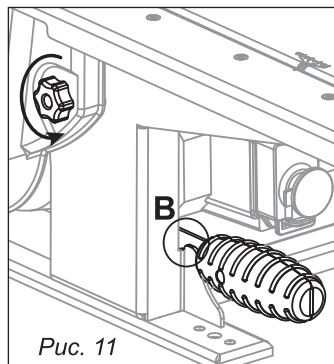

Рис. 11
7.2.1. Настройка станка на операцию строгания (рис. 11)
Для настройки станка на операцию пиления необходимо, выкрутить винт-барашек, открыть кожух защиты ремня. Потянуть вверх за ручку натяжения ремня и установить ее в прорезь **В**, тем самым ослабится натяжение ремня (рис. 11).